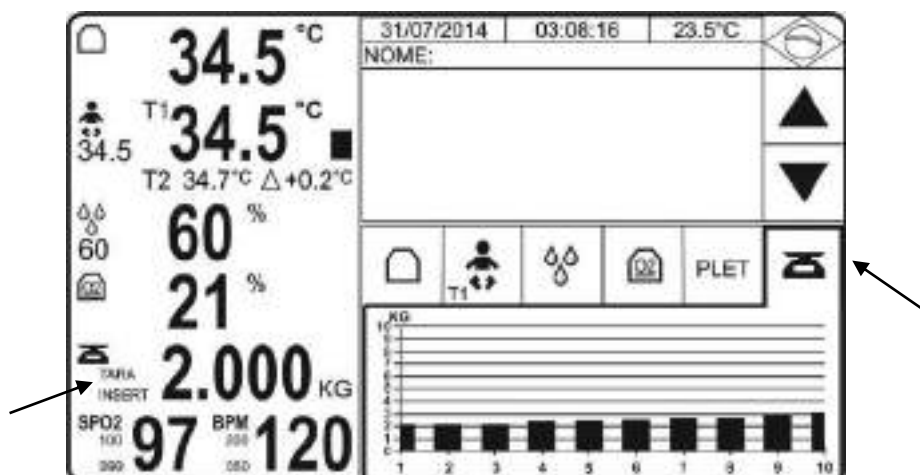

Figura 172 – Display – Balança MC3
- Para que a opção Tara Automática esteja disponível, é necessário configurar o equipamento. Ver item 6.4.9.6 - Menu Balança.
- Ao selecionar a função Insere, o valor de pelo indicado pela balança poderá ser memorizado e o gráfico de tendência de peso, com valores indicados para até 10 dias, será exibido conforme iniciado na figura 172. Ver item 6.4.8 – Gráfico de Tendência